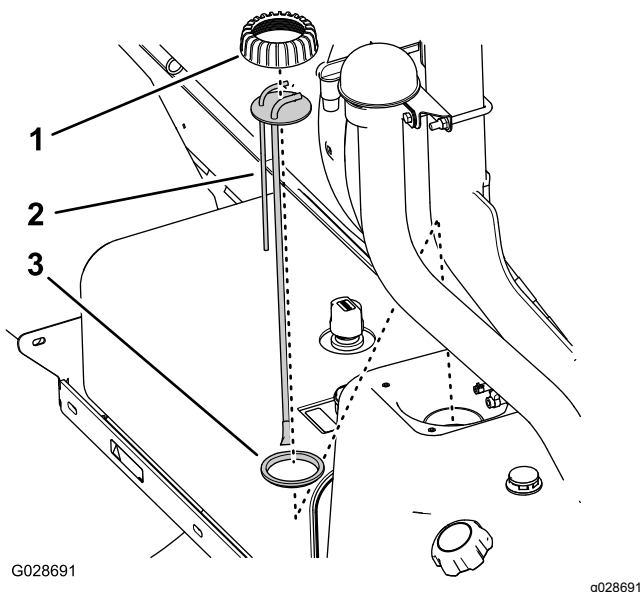

Figure 78
5. Tournez le bouchon du tuyau vertical/transmetteur de carburant dans le sens antihoraire pour le retirer (Figure 78).
- Soulevez et déposez le tuyau vertical/transmetteur de carburant du réservoir de carburant (Figure 78).
- Placez le bouchon sur le tuyau vertical et le tuyau vertical sur le joint (Figure 78).
- Alignez le bouchon, le tuyau vertical et le joint, et insérez l'ensemble avec précaution dans le réservoir de carburant (Figure 78).
- Vissez le bouchon sur le goulot du réservoir de carburant et serrez-le à la main (Figure 78).